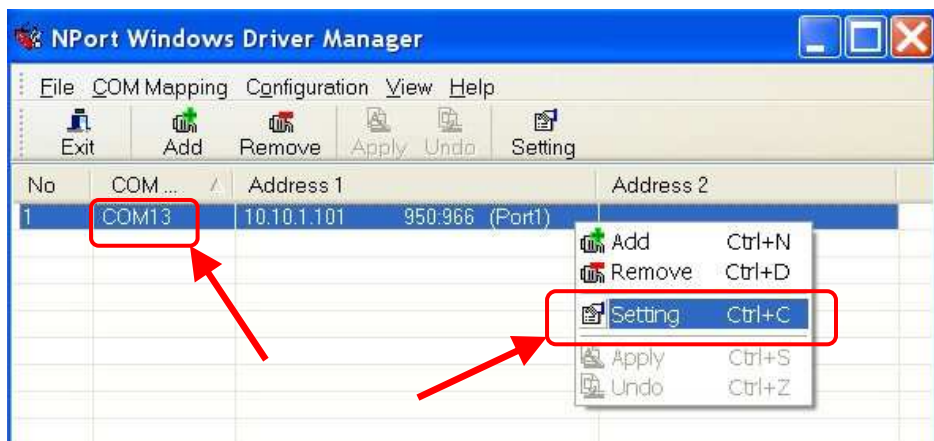

Рис. 16.14. Утилита «NPort Windows Driver Manager», установка параметров порта.
16.18. Вернитесь в окно утилиты «**NPort Windows Driver Manager**», кликните правой кнопкой «мышки» на последовательном порте и в появившемся меню выберите пункт «**Setting**» (см. Рис. 16.14).